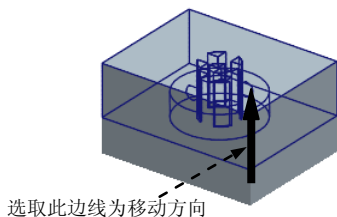

图 18.23 选取移动方向
(1) 按住 Ctrl 键，在模型树中选取 INSERT_01_MOLD.PRT、INSERT_02_MOLD.PRT、INSERT_03_MOLD.PRT、INSERT_04_MOLD.PRT 和 UPPER_MOLD.PRT。此时步骤 1 中要移动的元素模型被加亮。
(2) 在“选择”对话框中单击 **确定** 按钮。
Step4. 在系统  **通过选择边、轴或面选择分解方向** 的提示下，选取图 18.23 所示的边线为移动方向，然后在系统 **输入沿指定方向的位移** 的提示下，输入要移动的距离值 50，并按 Enter 键。